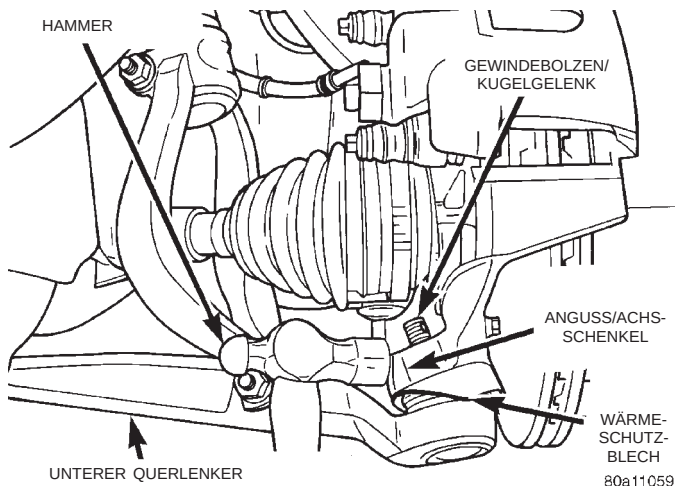

Abb. 31 Gewindebolzen des unteren Kugelgelenks vom Achsschenkel lösen
(6) Den Achsschenkel so drehen, daß seine Vorderkante so weit wie möglich zur Außenseite des Radkastens weist (Abb. 31). Mit einem Hammer auf den Anguß des Achsschenkels (Abb. 31) schlagen, bis sich der Achsschenkel vom Gewindebolzen des unteren Kugelgelenks löst. **AUF KEINEN FALL gegen den unteren Querlenker oder gegen die Dichtung des Kugelgelenks schlagen.**